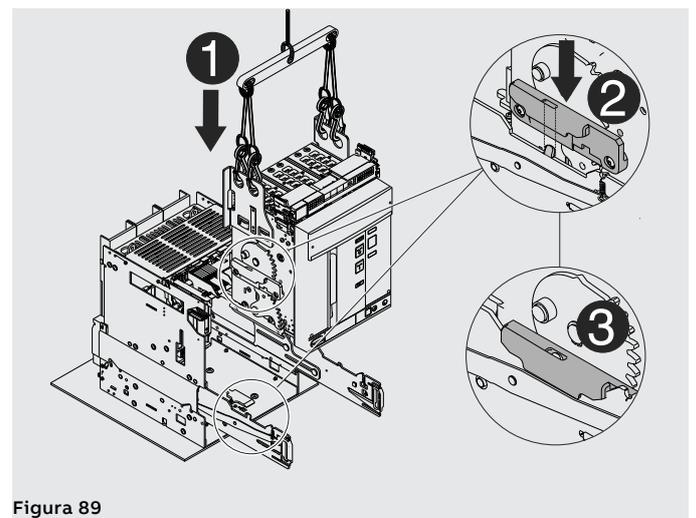

Figura 89
4. Posizionare la parte mobile sopra le guide della parte fissa. Agganciarla inserendo la cava della fiancata nel gancio della guida della parte fissa. Vedi Figura 89.